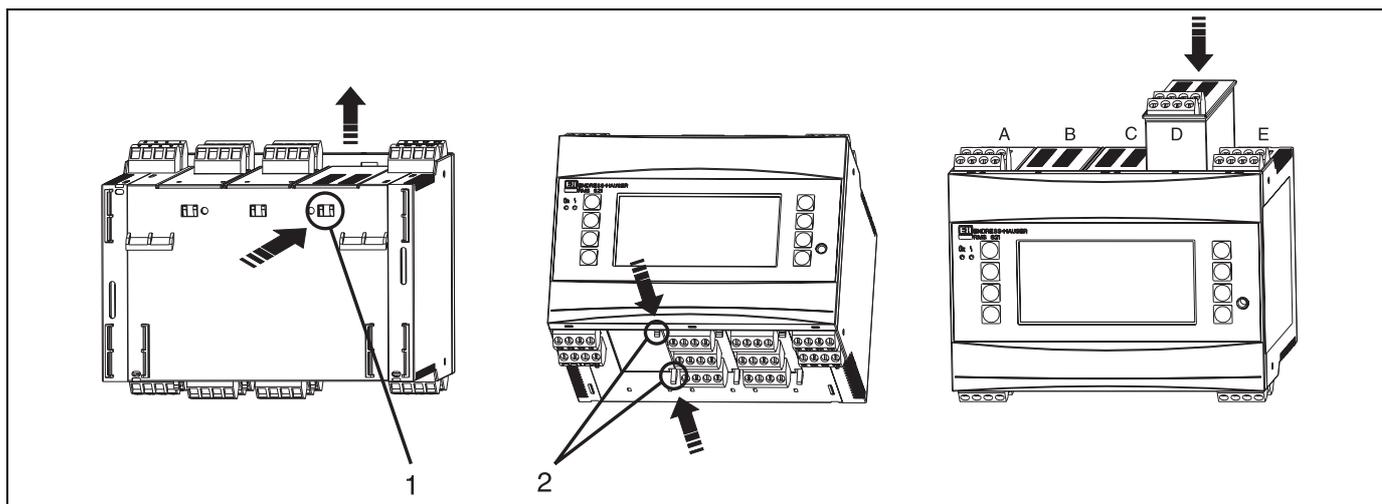

Рис. 3: Монтаж дополнительного модуля (пример)
Вы можете доставить в прибор различные дополнительные модули. Для этого имеется максимум три слота, которые маркируются В, С и D (смотрите Рис. 3).
2. Для снятия защитной крышки модуля одновременно надавите пальцами на два выступающих зубца на задней части крышки (см. Рис. 3, поз. 2), и, используя отвертку, на защелку на нижней стороне прибора (см. Рис. 3 поз. 1), потом потяните защитную крышку из прибора.
3. Поместите дополнительный модуль в прибор. Дополнительный модуль установлен корректно при условии, что его зубцы и защелка находятся в положении, фиксирующем модуль в корпусе прибора (см. Рис.3, поз. 1 и 2). При этом входные терминалы дополнительного модуля располагаются сверху и винты терминалов обращены в вашу сторону.